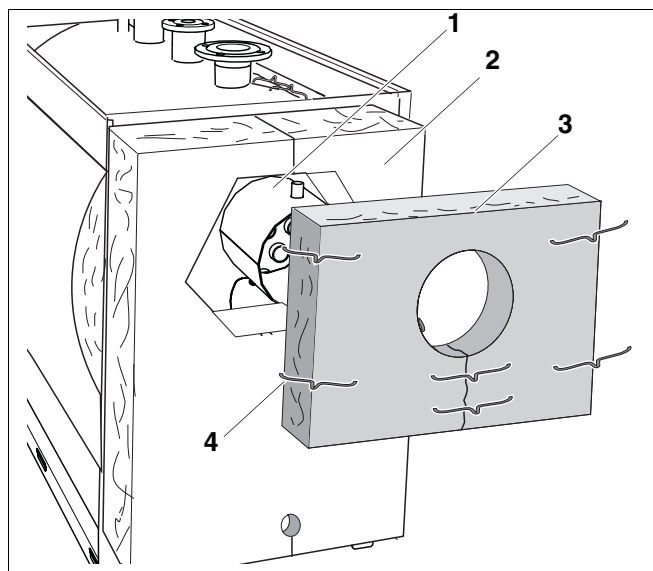

Рис. 22 Монтаж теплоизоляции коллектора дымовых газов
- Установить теплоизоляцию коллектора дымовых газов (рис. 22, поз. 3) вырезом на штуцер дымовых газов (рис. 22, поз. 1).
- Теплоизоляцию коллектора дымовых газов (рис. 22, поз. 3), как показано на рис. 22, прикрепить скобами (рис. 22, поз. 4) к теплоизоляции корпуса котла (рис. 22, поз. 2).